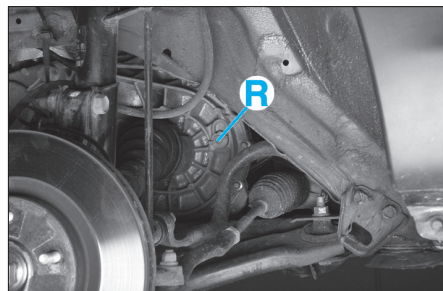

Fig. 2
- Déposer le bouchon de remplissage (R) (Fig.2).